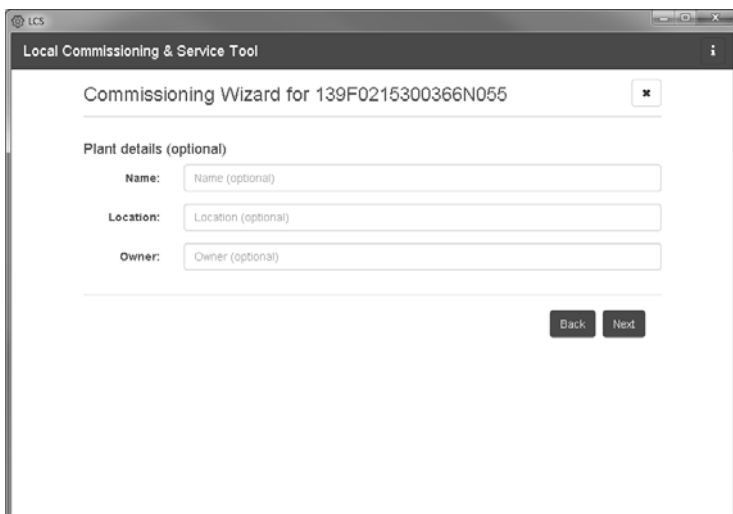

Figure 5.4 LCS-Tool - Détails de l'installation
5. En option, vous pouvez attribuer un nom, un site et un titulaire au SMA Inverter Manager. Voir figure 5.4.